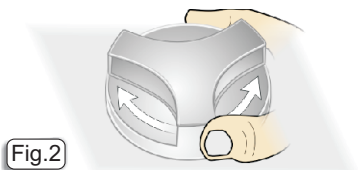

Fig.2
Dispositif grâce auquel on peut sélectionner le type d'hydromassage : Hydromassage d'eau latéral, inférieur où les deux à la fois ( Fig.2).
- S'introduire dans l'eau et appuyer sur le bouton de mise en marche ( Fig.1). Vous pouvez sélectionner le type d'hydromassage souhaité en utilisant le distributeur ( fig 2).